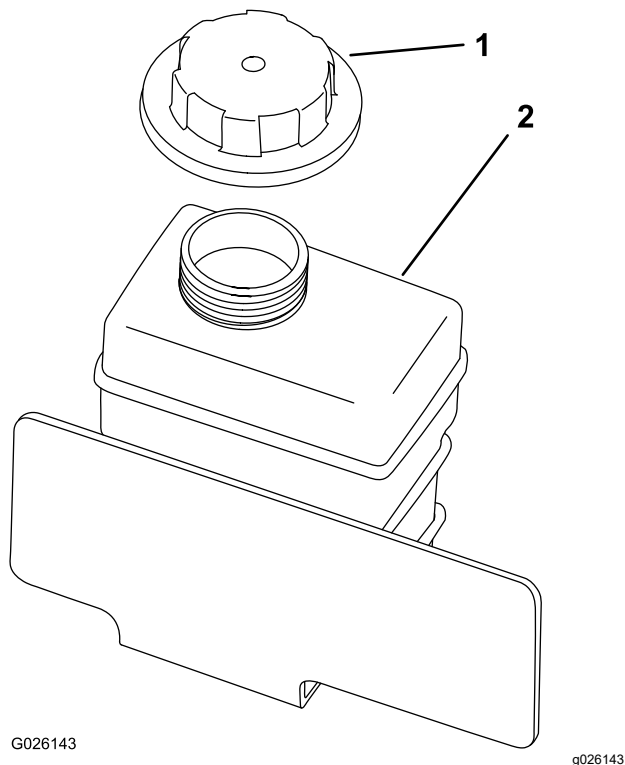

Figura 55
8. Umpleți încet rezervorul de lichid de răcire până când nivelul ajunge la partea inferioară a buonului (Figura 55).
9. Montați capacul rezervorului (Figura 55).